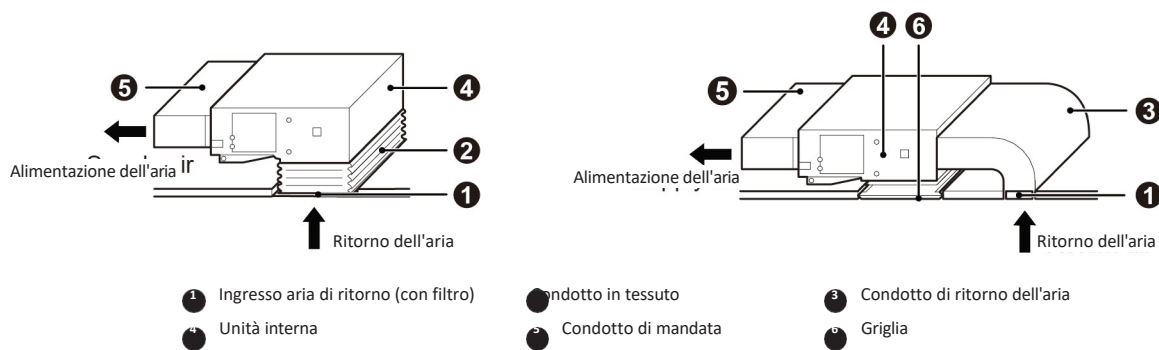

Fig. 4.24
- 5 Selezionare il metodo di installazione appropriato in base alle effettive esigenze di costruzione e manutenzione, vedere Fig. 4.24.